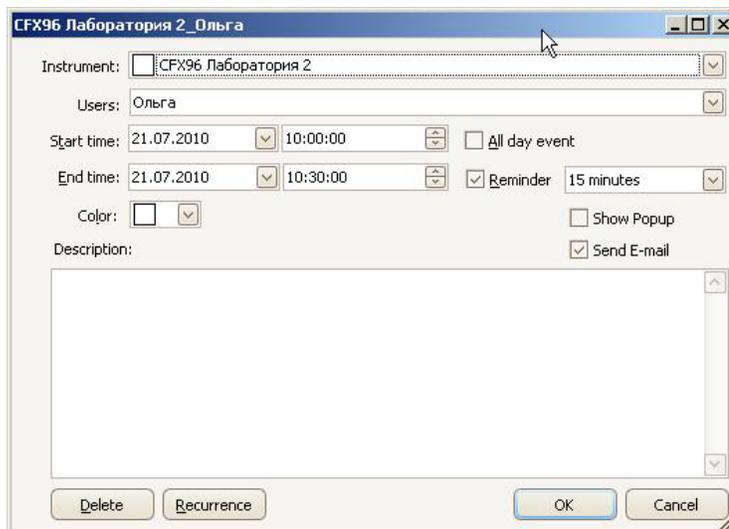

Рис. 17. Окно Планировщика Новое событие
2. Выберите прибор и пользователя из раскрывающегося списка (Рис. 17).